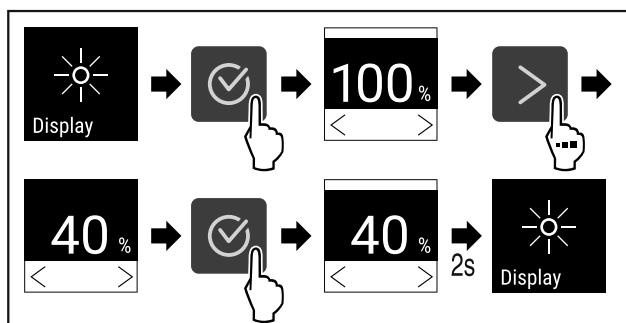

Fig. 102
- Følg anvisningene (se Fig. 102).